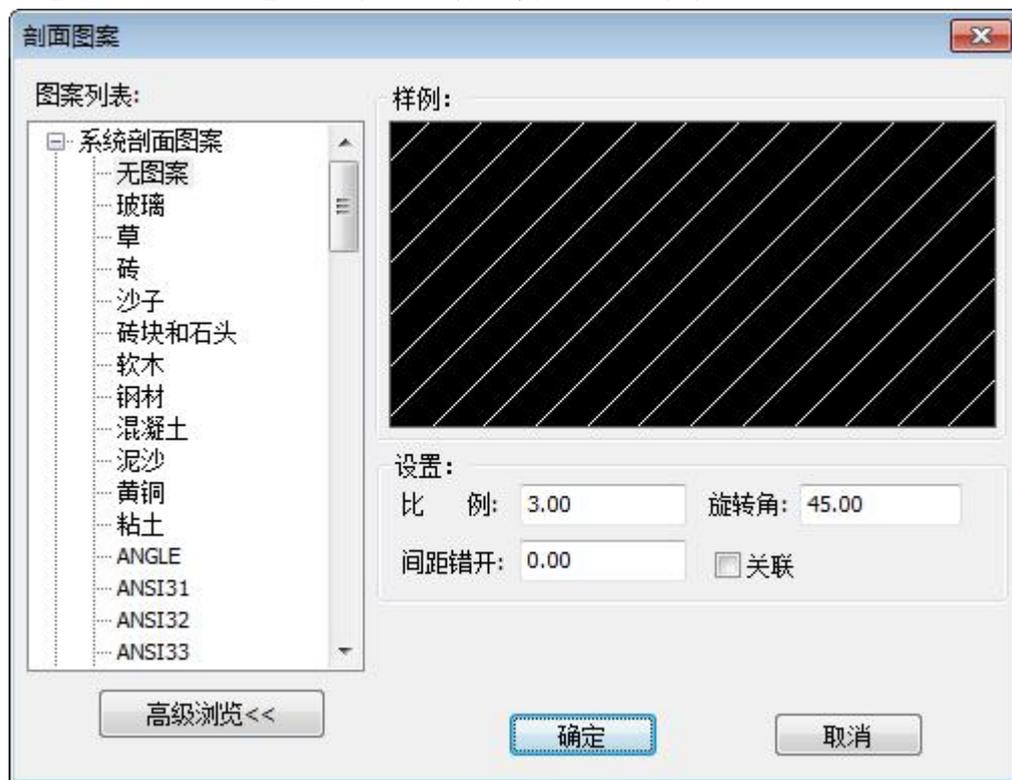

图 2-43 剖面图案对话框
- 2) 单击立即菜单中的【2:】，可以选择是否选择剖面图案，如果【不选择剖面图案】将按默认图案生成。如果【选择剖面图案】进行拾取点操作并确认后弹出如图 2-43 所示的对话框。